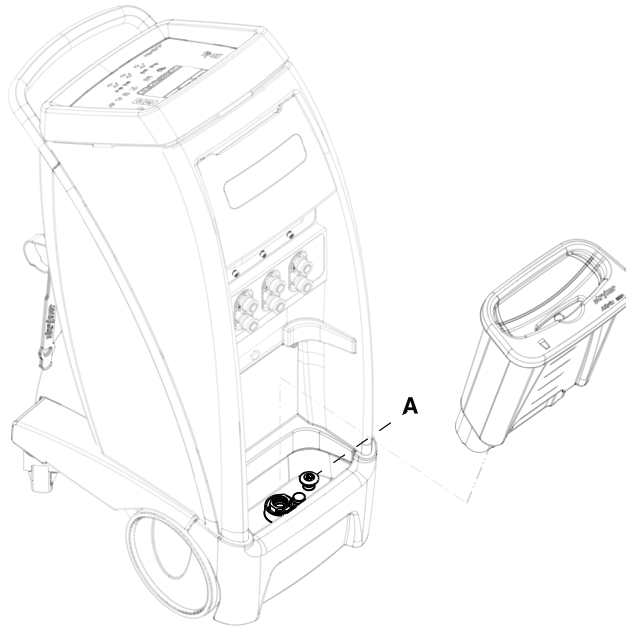

图14-20: 排水管栓
2. 取出贮液筒并将控制仪排水管栓 (A) 向上拉以打开排水管 (第14-33页, 图14-20) 。